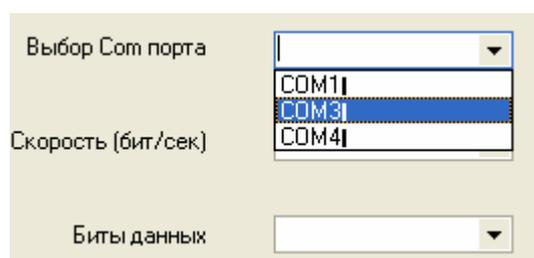

Рис.44
- Логическое имя Com-порта в операционной системе вашего ПК. Программа автоматически находит все Com-порты ПК и предлагает их в комбинированном списке «Выбор Com порта» (см. Рис.44). Вам надо выбрать из списка Com-порт, с которым Вы будете работать;
Можно установить параметры Com-порта по умолчанию, нажмите . Все параметры, описанные выше, будут установлены программой. Вам нужно будет выбрать из списка только Com-порт (см. Рис.44). Программа, при окончании работы в ней, запишет все установки в ini.файл, и при следующем запуске программы, считывает установочные данные из Ini.файла. Поэтому настройку надо провести один раз, т.к. параметры Com\_порта изменяются очень редко.